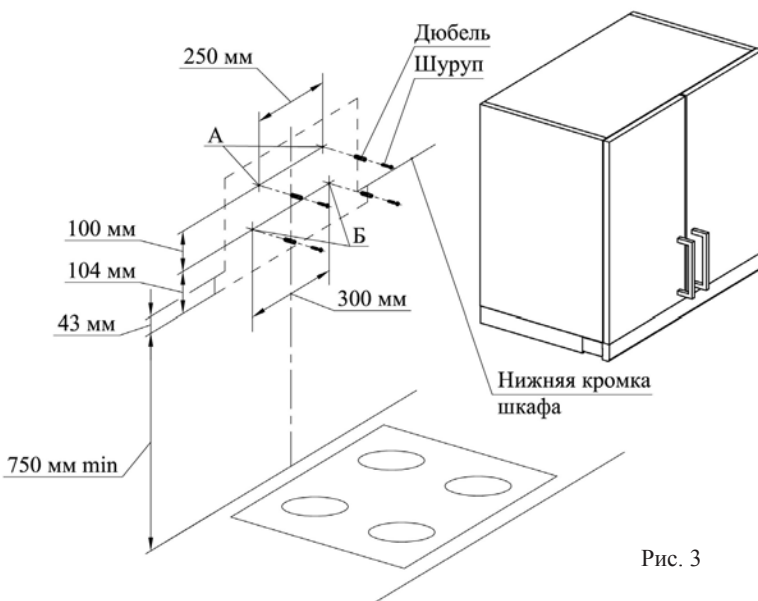

Рис. 3
6.2 Определите расстояние между нагревательной поверхностью плиты и воздухоочистителем и отметьте на стене нижний габарит воздухоочистителя. Прибавив 43 мм (рис. 3), Вы определите положение нижней кромки шкафа.
- С учетом установочной высоты и центральной линии разметьте на стене отверстия (А и Б) (рис. 3).
- В отверстия вставьте дюбели согласно рис. 3 и по отверстиям А заверните не до